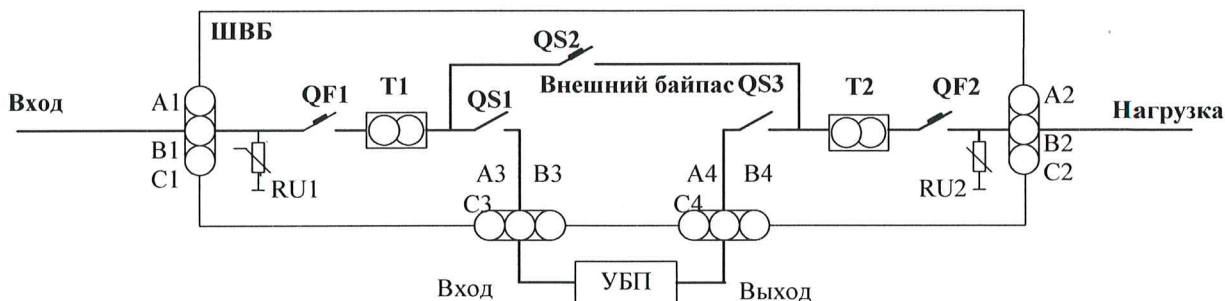
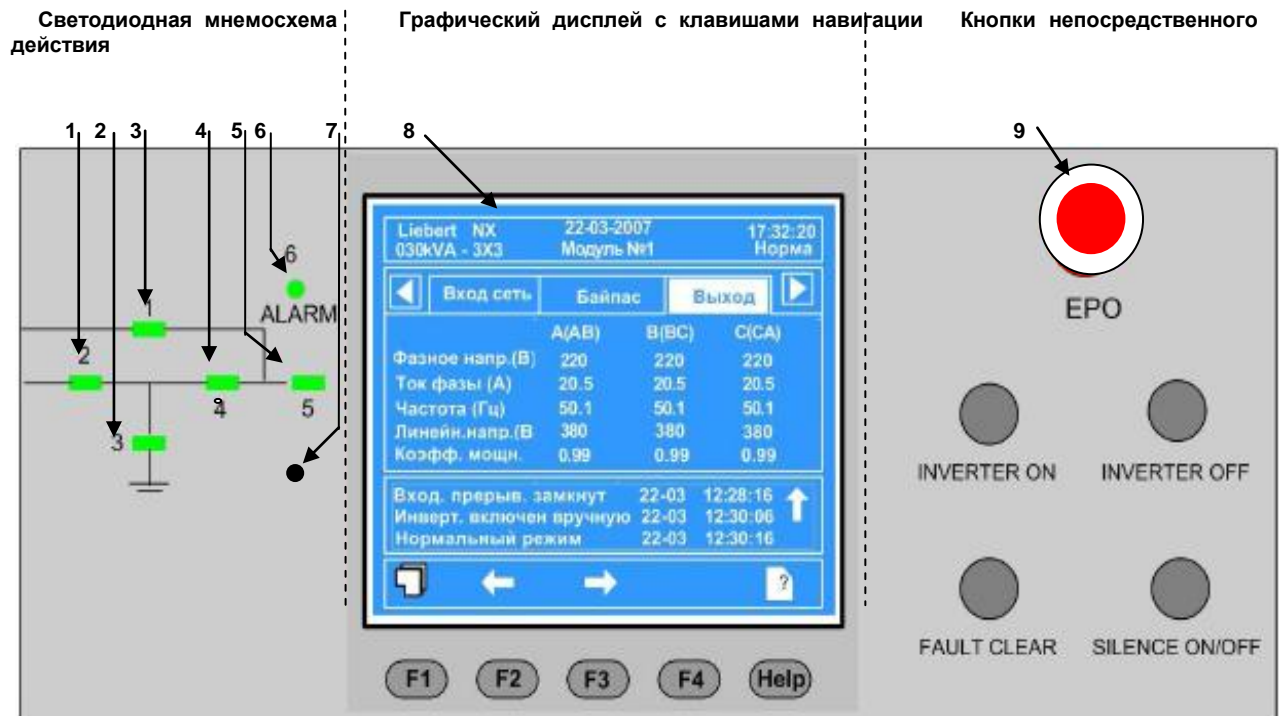

Рис. 1. Мнемосхема ШВБ
Рис. 2. Внешний вид панели управления УБП
- нажать и удерживать не менее 2 секунд кнопку «INVERTER OFF» на панели управления УБП (см. рис.2). При этом индикатор (4) инвертора выключится, индикатор (6) состояния «STATUS» загорится желтым цветом, и зазвучит аварийный сигнал. Питание нагрузки переключится на цепь байпаса, а инвертор выключится;
Положение органов управления и состояние индикаторов мнемосхем на шкафах УБП в данном режиме работы представлены в таблице 1. Мнемосхема на двери шкафа ШВБ представлена на рис. 1, а внешний вид панели управления УБП – на рис. 2.
- нажать и удерживать не менее 2 секунд кнопку «INVERTER OFF» на панели управления УБП (см. рис.2). Индикатор (4) инвертора выключится,
- отключить аккумуляторную батарею путем установки на БШ автоматического выключателя батарей QF3 в положение «Выключен». Нагрузка УБП без прерывания питания переключится на питание по цепи внешнего байпаса ШВБ, а шкаф УБП полностью отключается от внешней сети (светодиодные индикаторы 1÷6 на мнемосхеме шкафа УБП (рис.2) погашены).
Светодиодные индикаторы А1, В1, С1 и А2, В2, С2 на мнемосхеме ШВБ (рис.1) светятся желтым светом, а светодиодные индикаторы А3, В3, С3 и А4, В4, С4 – погашены.